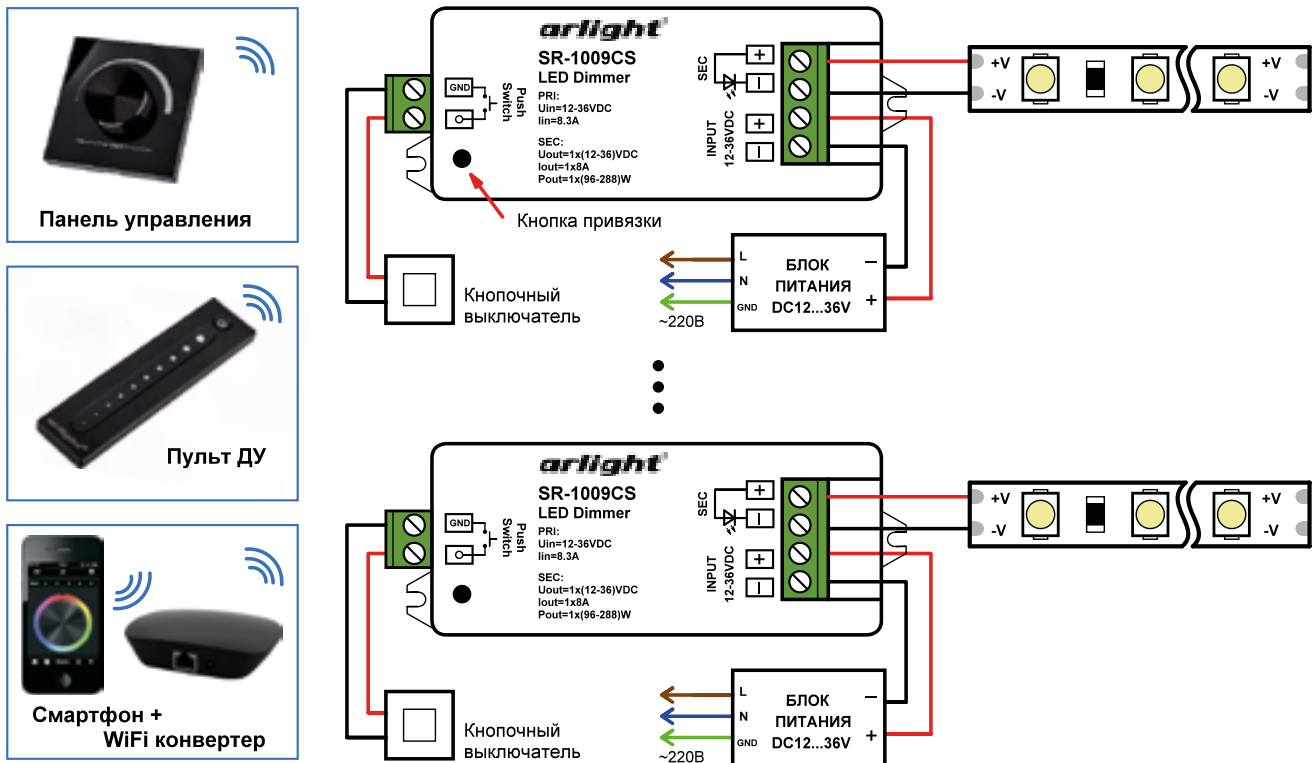

Рис.2. Схема подключения оборудования на примере диммеров SR-1009CS
- 3.8. Подключите диммеры и светодиодную ленту (подробнее, см. инструкции к используемому оборудованию). Пример подключения диммеров приведен на Рис.2.